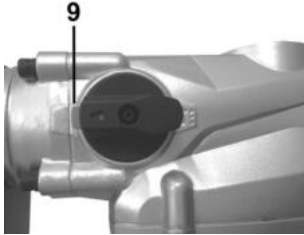
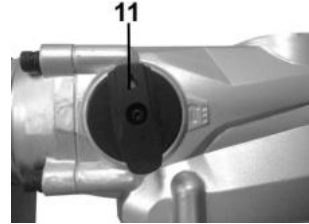

Рисунок 2-1
Рисунок 2-3
• Ударний режим (режим довбання) - перемикач (4) у положенні  (положення (9), рисунок 2-1).
• Виріб також має функцію зміни та фіксації положення площини зубила (штрабника) (положення (11), рисунок 2-3) при подальшому перемиканні у положення «Ударний режим» (положення (9), рисунок 2-1).
- Встановити перемикач (4) у положення (11), рисунок 2-3 (у цьому положенні перемикач не фіксується).
- Встановити перемикач (4) у положення (9), рисунок 2-1 (ударний режим). У цьому положенні відбувається фіксація кута нахилу встановленої насадки.